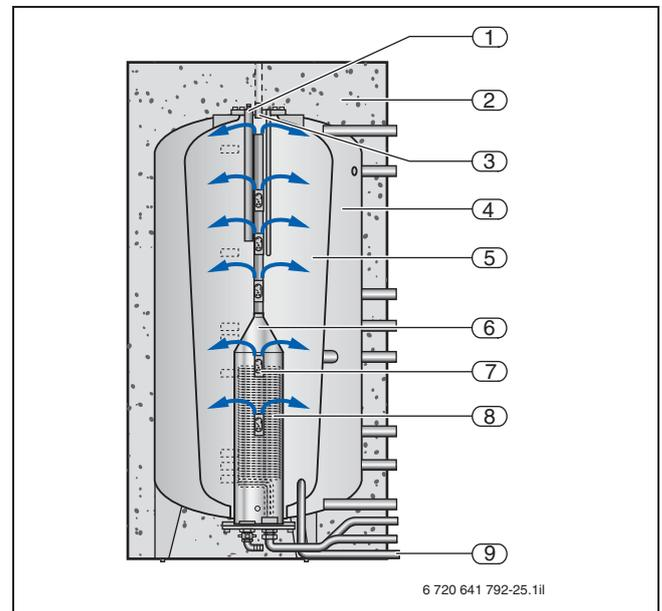
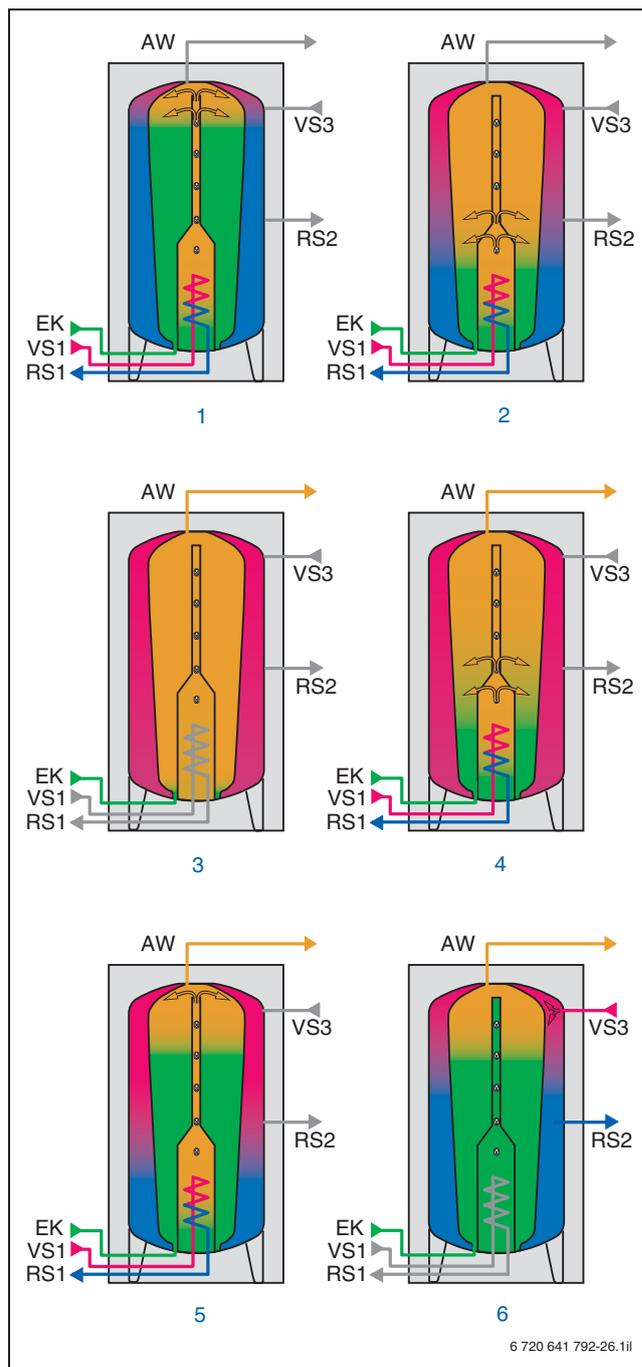

Fig. 26 Struttura Logalux PL.../2S; dimensioni, attacchi e dati tecnici → pagina 29 e seguente
Fig. 27 Stato di esercizio dell'accumulatore combinato ad effetto termosifone in caso di carico e prelievo dell'acqua calda
Gli accumulatori combinati ad effetto termosifone Logalux PL750/2S e PL1000/2S hanno un corpo interno conico (→ fig. 26, pos. 5) per la produzione di acqua calda sanitaria. Nell'acqua potabile si trova un tubo termoconduttore che si estende per tutta l'altezza dell'accumulatore ed è integrato nello scambiatore di calore solare (→ fig. 26, pos. 6 e pos. 8). Con questo dispositivo di carica stratificata, l'accumulatore-produttore di acqua calda può essere caricato in base al principio del termosifone. Con irradiazione solare sufficiente quindi, già dopo poco tempo, è presente un livello di temperatura utilizzabile nell'accumulatore-produttore di acqua calda. All'esterno l'accumulatore-produttore di acqua calda è circondato da un accumulatore inerziale (→ fig. 26, pos. 4), che viene riscaldato in base allo stato della carica stratificata nel corpo interno.
A diverse altezze sono presenti aperture per l'uscita con valvole a membrana comandate a spinta (→ fig. 26, pos. 7), attraverso le quali il medio scaldato raggiunge lo strato dell'accumulatore con la stessa temperatura (→ fig. 27, fase 1). Con un certo ritardo il calore passa poi all'acqua dell'accumulatore inerziale nel corpo esterno, in modo che ora anche l'accumulatore inerziale venga caricato dall'alto verso il basso (→ fig. 27, fase 2). Quando l'accumulatore-produttore dell'acqua calda e quello inerziale sono completamente carichi, l'impianto solare si disattiva (→ fig. 27, fase 3). Quando viene prelevata l'acqua calda, l'accumulatore-produttore dell'acqua calda si scarica lentamente dal basso verso l'alto. L'acqua potabile fredda fluisce nel corpo interno. A causa del **ritardo di riscaldamento tra corpo interno e corpo esterno** è nuovamente possibile un'adduzione di calore nel corpo interno nonostante l'accumulatore inerziale all'esterno non sia ancora completamente carico (→ fig. 27, fase 4). Il risultato è un grado di rendimento del sistema sensibilmente maggiore.
Quando l'accumulatore-produttore di acqua calda è quasi vuoto, lo scambiatore di calore e l'accumulatore inerziale lo ricaricano nuovamente (→ fig. 27, fase 5). Se non è disponibile alcun apporto solare (ad es. in caso di brutto tempo), l'accumulatore inerziale può essere integrato con una caldaia tradizionale per il riscaldamento (→ fig. 27, fase 6) oppure combinato con una caldaia a combustibile solido (avvertenze di progettazione → pagina 79 e seguente). Per il collegamento all'impianto di riscaldamento è necessario un dispositivo di controllo del ritorno (→ pagina 67) e, in combinazione con il termoregolatore per circuito solare SC40 o il modulo funzionale solare FM443, un set HZG (→ pagina 67).